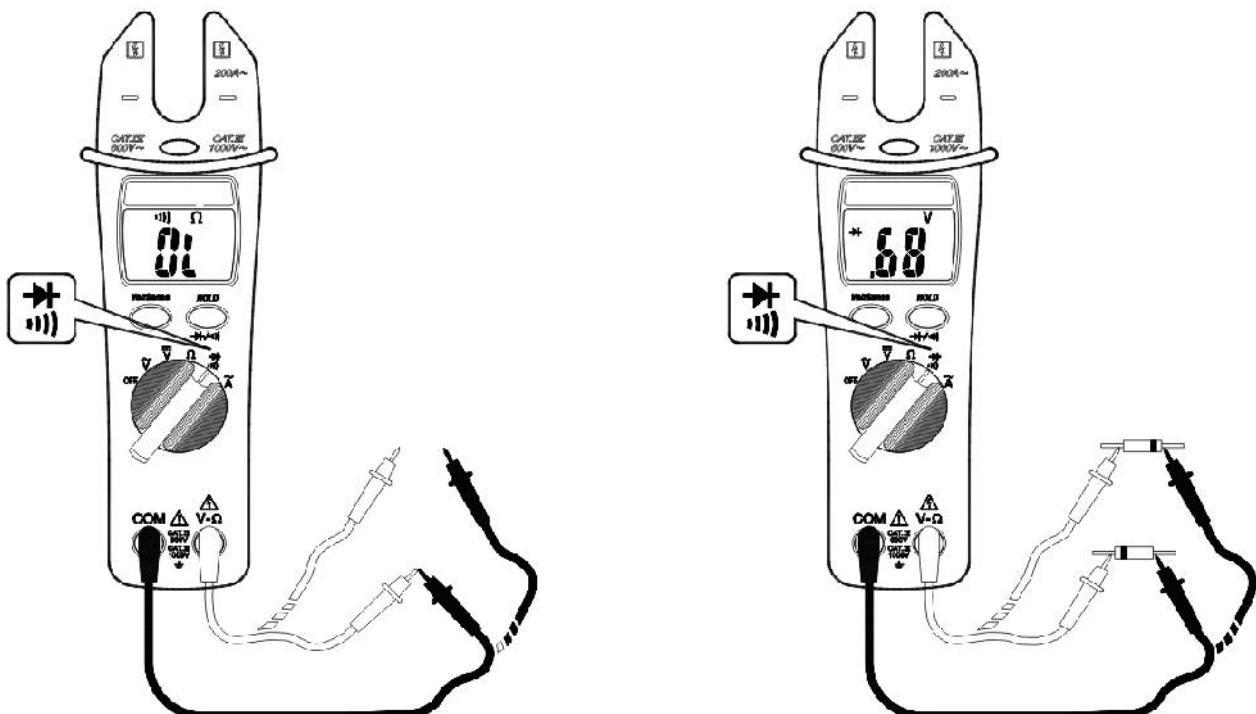

Fig. 7: Forbindelse ved gennemgangstest og diodetest
3. Indsæt den røde testledning i V-Ω bøsningen og den sorte testledning i COM bøsningen og udfør gennemgangstest på det objekt du vil teste (se Fig. 7 – venstre side). Der kommer en Brummer-lyd, hvis den målte modstandsværdi er mindre end ca. 50Ω.
5. Forbind den røde testledning til den anode der skal testes og den sorte testledning på katoden (se Fig. 7 – højre side). Den korresponderende grænsespænding for P-N forbindelsen er vist i displayet.